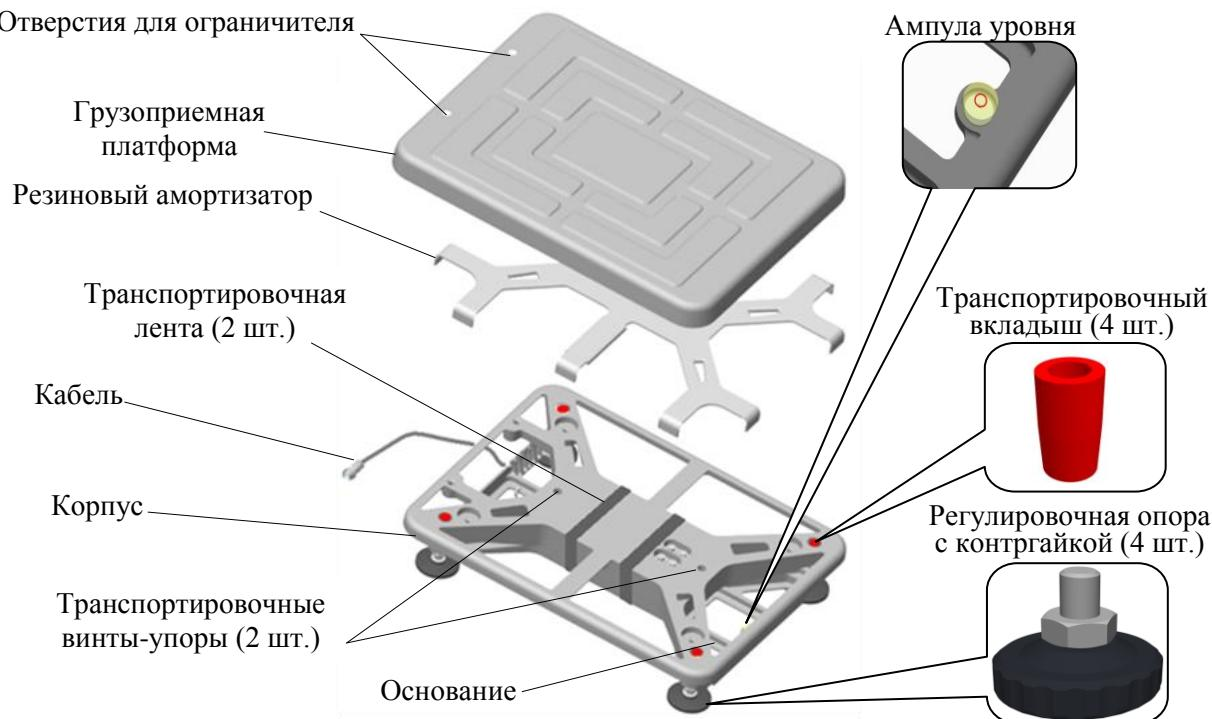

Рисунок 1 – Конструкция модуля
3.1.6 Переверните модуль и вверните регулировочные опоры (4 шт) с помощью ключа шестигранного S4 (см. рис. 1).